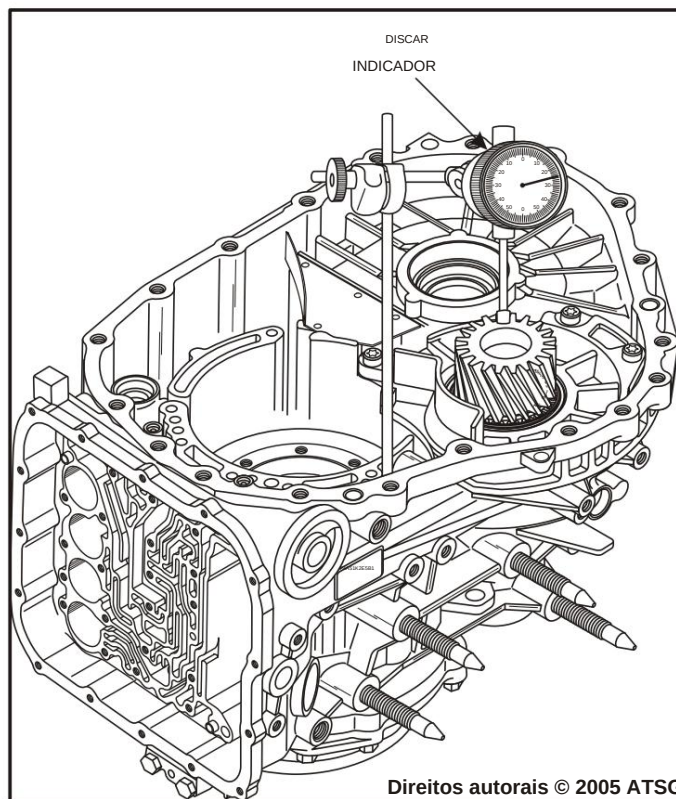

Figura 156
- Este procedimento foi baseado no fato de você ter o espaçador em sua unidade. Se o espaçador for perdido, você deve começar do zero. Você terá que instalar a pista do rolamento pequena sem o espaçador e aperte a porca conforme a especificação. Então meça a folga final do pinhão com um relógio comparador, conforme mostrado na Figura 156. Em seguida, você pode escolher um espaçador no gráfico que seja aproximadamente 0,002" mais grosso do que a leitura do relógio comparador.